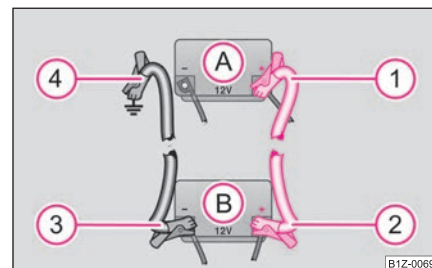

Fig. 199 Avviamento d'emergenza con la batteria di un altro veicolo: A - Batteria scarica, B - Batteria erogante corrente
- Collegare un'estremità del cavo **1** al polo positivo ⇒ pag. 217, fig. 199 della batteria scarica **A**.